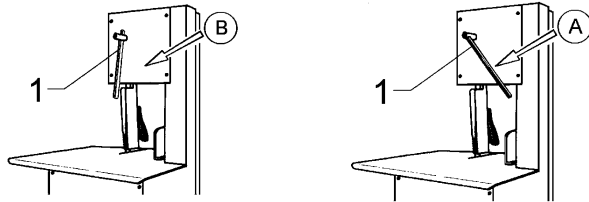

Abb. 7.6.1
7.6.1 Sägeblattspannung (Abb. 7.6.1)
Die Messerspannung erfolgt mechanisch im Inneren der Knochensäge durch Betätigung des Hebels „1“. Mit dem Hebel in Position A wie auf Abb.7.6.1 dargestellt, ist das Messer gespannt. Zum Losspannen genügt es den Hebel nach unten zu drehen (Position B).
- Das Messer wie durch Pfeil „A“ angegeben einspannen (Abb.7.6.1)
- Die Messerspannung erfolgt mechanisch im Inneren der Knochensäge durch Betätigung des Hebels „1“. Mit dem Hebel in Position A wie auf Abb.7.6.1 dargestellt, ist das Messer gespannt. Zum Losspannen genügt es den Hebel nach unten zu drehen Position B).